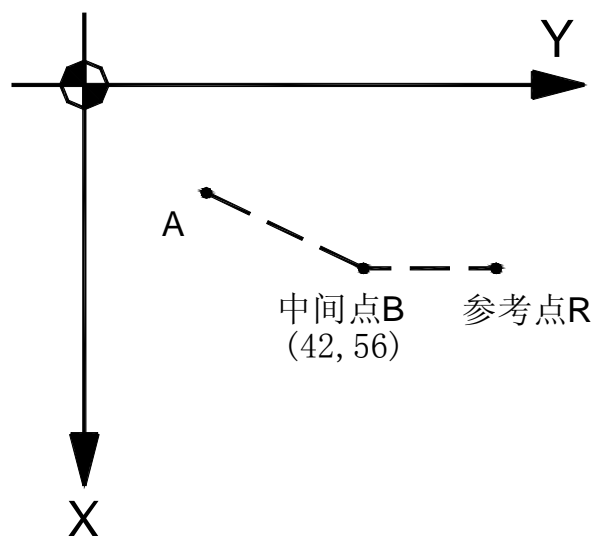

图 2-11
(1) 以快速回零速度 (由参数 P146~P149 设定) 从当前位置定位到指令轴的中间点位置 (A 点—B 点), 如图 2-11。
(2) 以快速回零速度从中间点向参考点方向移动 (B 点—R 点)。
(3) 检测到减速信号后, 低速运行 (由参数 P150~P153 设定) 寻找精定位信号。
(4) 检测到精定位信号后，返回零点执行完毕，回零灯亮。